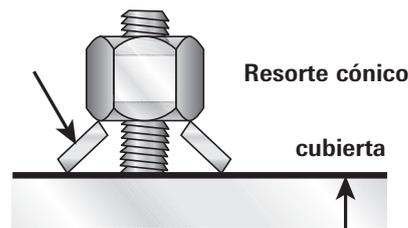

Figura 2: Altura del resorte cónico
Los niveles modelo RM y RMR necesitan 2 resortes por cada tuerca (4 por perno). Los resortes deberían montarse con el lado cóncavo frente a la cubierta del indicador. Consulte la Figura 2 para un montaje apropiado de los resortes.
4. en el caso de indicadores transparentes tipo Belleville (con resortes cónicos), rosque las tuercas en los espárragos, ponga dos resortes cónicos bajo la tuerca con la parte estrecha hacia la tuerca (véase Figura 2), inserte el espárrago a través de cada cubierta y coloque las cubiertas a lo largo del banco, lado a lado, con cámaras de líquido. Use las cámaras para espaciar las cubiertas y alinearlas con ranuras de visualización.
- 15A. Para indicadores transparentes del tipo Belleville (de resortes cónicos): instale la placa de características y dos resortes cónicos bajo cada tuerca con el extremo estrecho hacia la tuerca (véase Figura 2). Apriete las tuercas con los dedos.
- 15B. En el caso de indicadores reflex tipo Belleville (con resortes cónicos): instale la placa de característica y cuatro resortes cónicos bajo cada tuerca con la parte estrecha hacia la tuerca (véase Figura 2). Apriete las tuercas con los dedos.